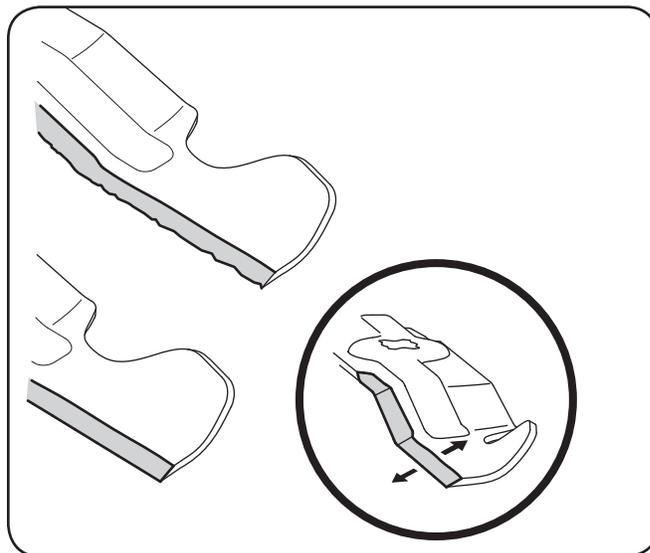

Figure 7-6
- Pour aiguiser les lames, éliminez la même quantité de métal des deux extrémités sur le côté tranchant. Aiguiser le bord tranchant sur toute sa longueur, parallèlement au bord arrière, soit à un angle de 25° à 30°. Il est essentiel d'aiguiser les tranchants de façon égale pour conserver une lame bien équilibrée. Voir la Figure 7-6.